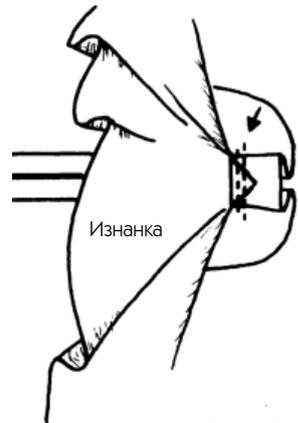

Рис. 110
8. Прикрепите к кончикам канта маленькие треугольники вручную или с помощью машины (рис. 110).